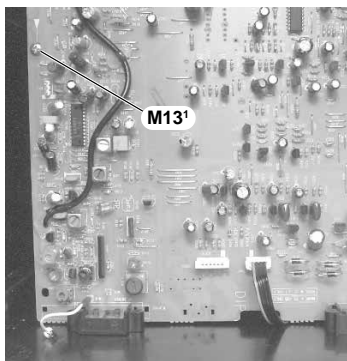

Fig. 25
- Schraube **M13¹** (Fig. 25) herauserschrauben und Hauptplatte M64¹ mit der kompletten Gerätefront nach vorne herausziehen.
- Undo screw **M13¹** (Fig. 25) and pull out the main circuit board M64¹ together with the complete front of the mini system towards the front.